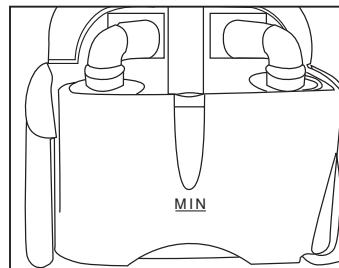

Fig. 4
Verser dans le réservoir (2) l'eau du robinet jusqu'à l'obtention de la ligne MIN Fig. 4 et le refermer avec son couvercle en raccrochant les deux leviers a+b (le levier B doit être accroché à la carrosserie).